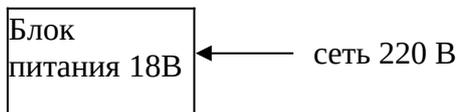

Рис.2. Схема соединения модулей датчика.
Блок-схема соединений модулей датчика представлена на рис.2:
- 2) Соедините модули в соответствии с рис.2. ВАЖНО: прокладывайте кабель от измерительного блока максимально безопасно в смысле недопущения случайного опрокидывания треноги.